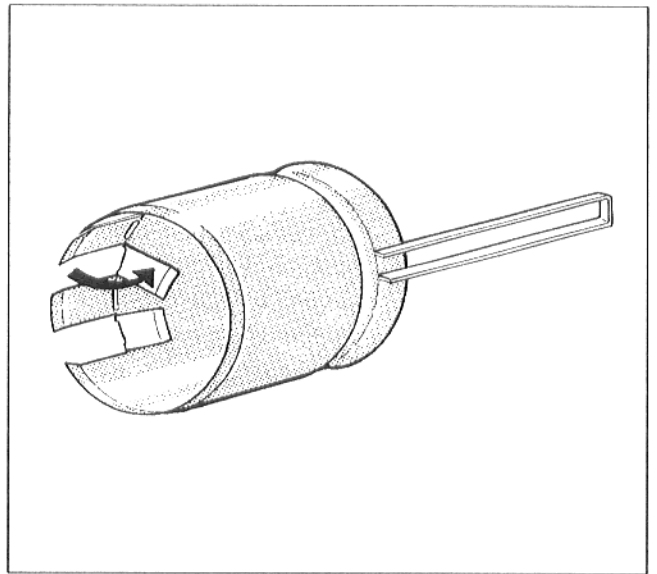

Fig. 37
- Plier les pattes vers l'intérieur d'au moins 90° (Fig. 37).